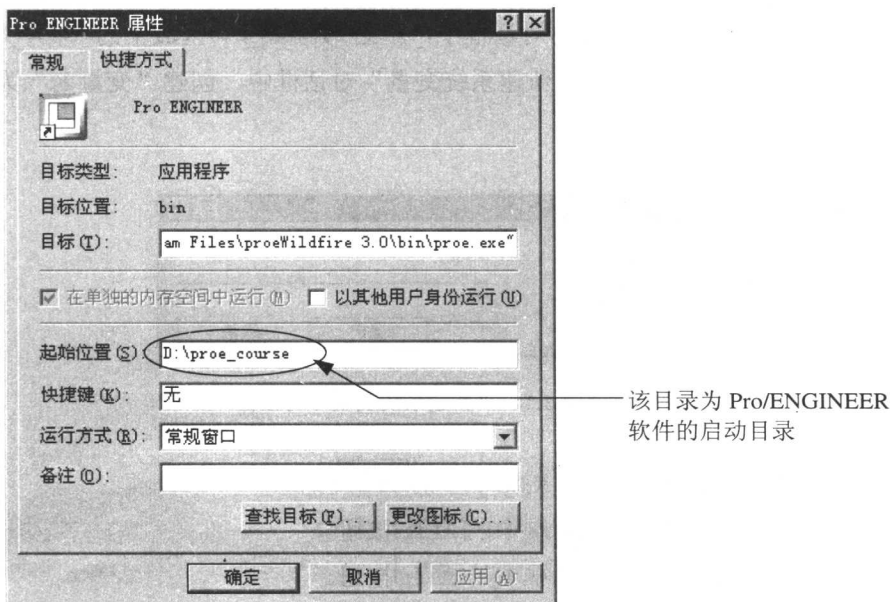

图 1.3.1 “Pro ENGINEER 属性”对话框
Step2. 此时桌面上弹出如图 1.3.1 所示的“Pro ENGINEER 属性”对话框, 单击该对话框的 **快捷方式** 标签, 然后在 **起始位置(S):** 文本框中输入 D:\proe_course, 并单击 **确定** 按钮。